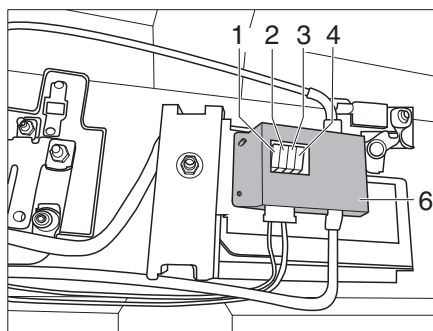
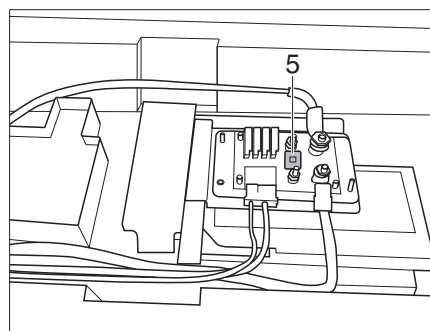

Fig. 312 Fusibles Globebus Performance
Fig. 313 Fusible du booster de charge (couverture retiré)
► Pour accéder au fusible F5 (Fig. 313,5) du booster de charge, il faut retirer le couvercle (Fig. 312,6).